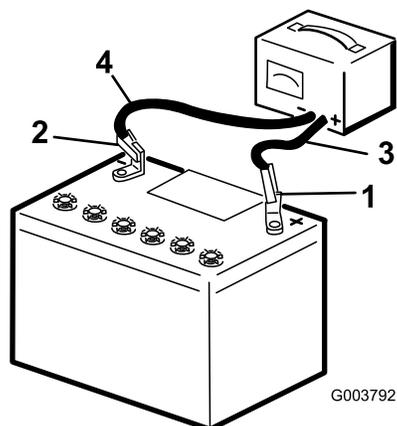

Рисунок 42
3. Заряжайте аккумулятор в течение 10-15 минут током 25-30 Ампер, или 30 минут током 4-6 Ампер (Рисунок 42). Не допускайте избыточного заряда аккумулятора.
4. После полного заряжения аккумулятора отсоедините зарядное устройство от электророзетки и штырей аккумулятора (Рисунок 42).